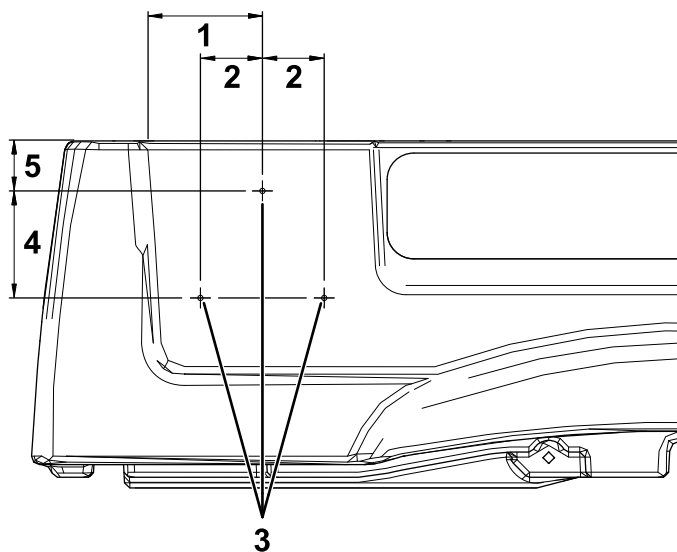

Рисунок 15
1. С левой стороны грузового кузова отмерьте 136 мм от правого края молдинга и 60 мм вниз от верха грузового кузова и отметьте эту точку (Рисунок 15).
2. Отмерьте 128 мм вниз от отверстия, отмеченного в пункте 1, и 74 мм вправо и влево, поставьте здесь 2 точки (Рисунок 15).
3. Просверлите отверстие диаметром 5 мм в каждой из трех отмеченных точек (Рисунок 15).